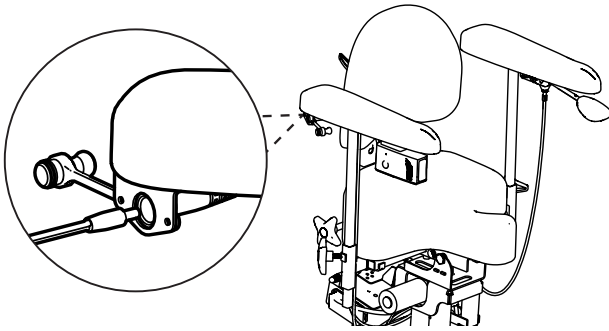

Abb. 2.6. Anschließen des Steckers an die Ladebuchse unter der Armlehne.
1. Schließen Sie den Stecker des Ladegeräts an die Ladebuchse an, siehe Abb. 2.6. Die Ladebuchse befindet sich normalerweise an der Rückseite der linken Armlehne, kann sich aber auch an anderer Stelle, z. B. unter dem Sitz, befinden.